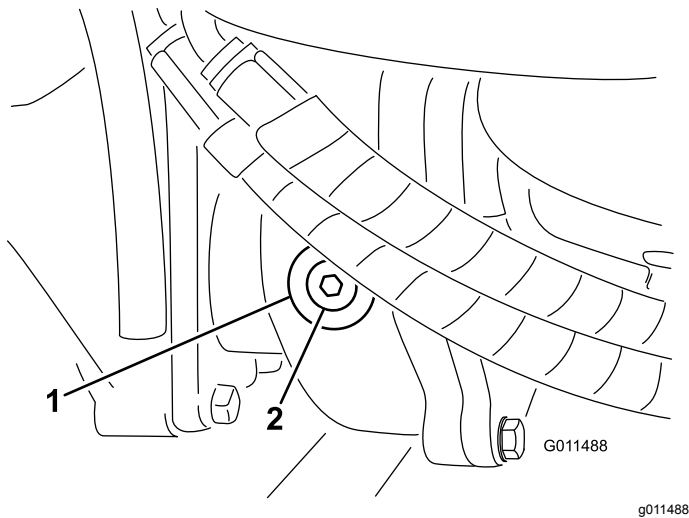

Figura 98
2. Retire el tapón de verificación/llenado del lado izquierdo de la caja de engranajes (Figura 98) y asegúrese de que el lubricante llega al borde inferior del orificio. Si el nivel es bajo, añada suficiente lubricante para que el nivel llegue al borde inferior del orificio.